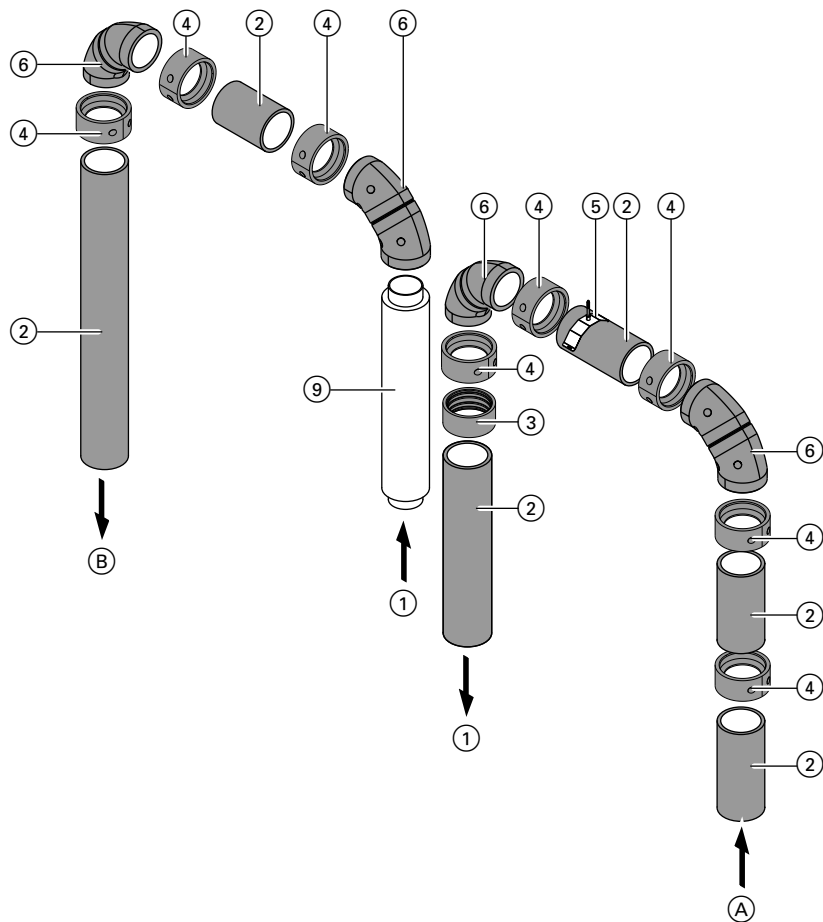

Abb. 21
- (A) Abluft vom Luftverteiler zum Lüftungsgerät
- (B) Zuluft vom Lüftungsgerät zum Luftverteiler
**Positionen und Anschlussmaße zu Abb. 21**